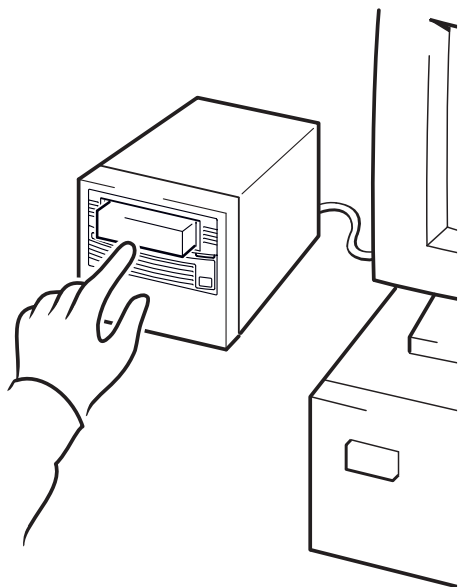

Figure 10a : utilisation de HP OBDR, étape 1
- 1 Insérez la cartouche amorçable la plus récente dans le lecteur (voir la Figure 10a). La cartouche doit être enregistrée par une application de sauvegarde enregistrant les données sur bande au format CD-ROM.